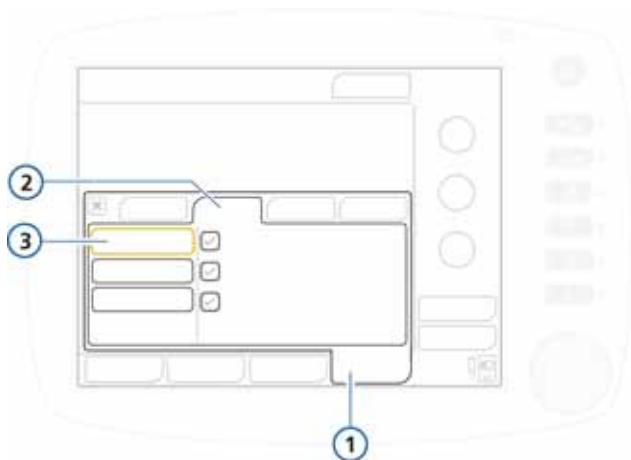

图 5-9. “测试与校正”窗口，密闭性测试
2. 在“系统”->“测试与校正”窗口中，选择“密闭性”。请参阅图 5-9。